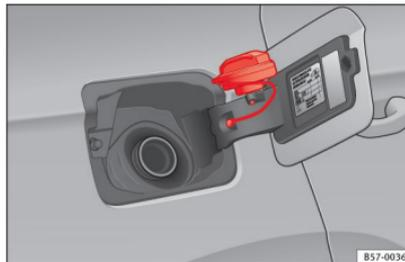

Abb. 57 Tankklappe mit aufgestecktem Tankverschluss.
- Platzieren Sie den Verschluss in der Aussparung, die sich im Scharnier der geöffneten Tankklappe befindet » **Abb. 57**.